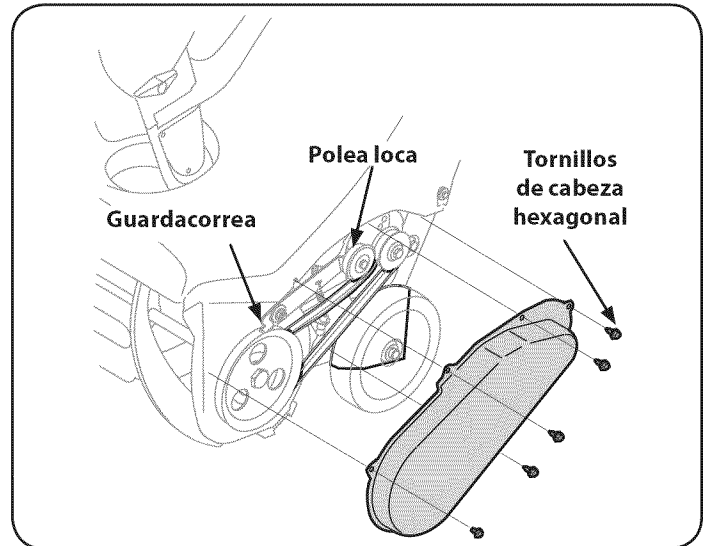

Figura 14
1. Para sacar la cubierta de la correa saque los cinco tornillos hexagonales que la sujetan al bastidor. Vea la Figura 14.
NOTA: Tire hacia abajo la polea loca para soltar la correa de debajo del guardacorrea. Vea la Figura 14.